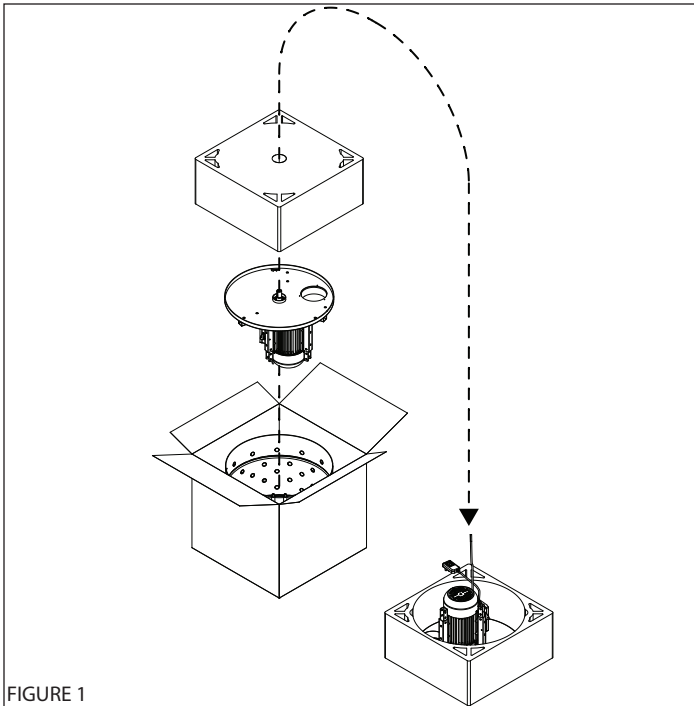
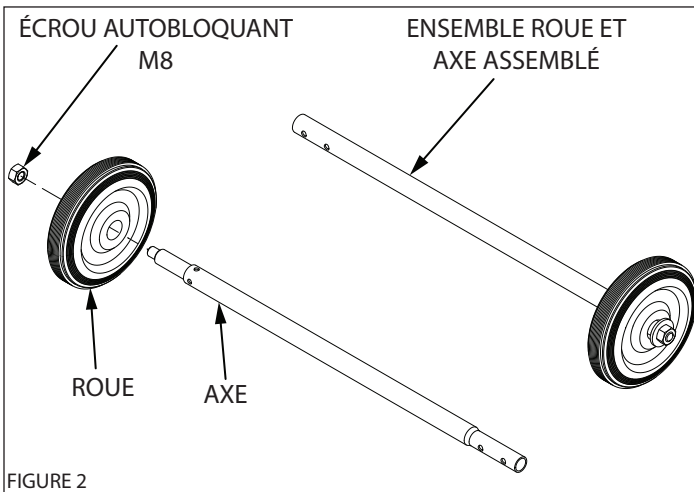

FIGURE 1
FIGURE 2
1. Ouvrir le haut du carton et sortir l'emballage intérieur en polystyrène expansé avec le trou au centre. **(VOIR FIGURE 1)**
- Élément d'axe (2)
- Pied long (2)
- Roue (2)
- Vis M8 x 1,25 x 45 (6)
- Vis M8 x 1,25 x 20 **FILETAGE À GAUCHE** (1)
- Vis M6 x 1,0 x 30 (2)
- Rondelle bombée M8 x 30 (1)
- Écrou autobloquant M6 x 1,0 (2)
- Écrou autobloquant M10 (2)
- Écrou autobloquant M8 (6)
4. Monter les roues sur l'axe **(VOIR FIGURE 2)**. Pour chaque élément d'axe :